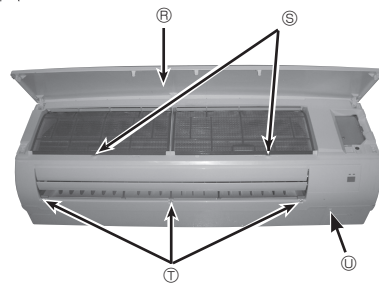

Fig. 6-2
- ① Appuyer sur les boutons et les déverrouiller de chaque côté de la grille avant et soulever celle-ci jusqu'à ce qu'elle soit de niveau. Avancer les charnières pour déposer la grille avant. (Fig. 6-2)
- ② Retirer les 3 capuchons de vis du panneau. Retirer 5 vis. (Fig. 6-2)